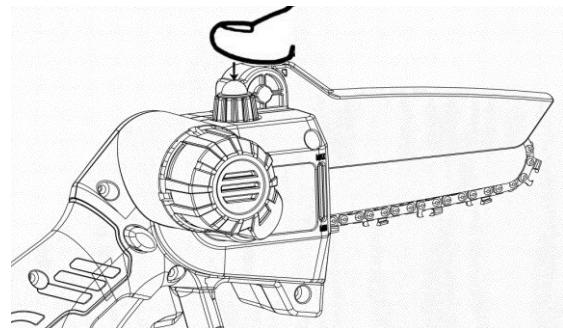

Fig. 4b
- Con la motosega in funzione, premere il tappo della pompa a bulbo per 3-4 volte. Vedi Fig 4b.